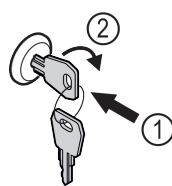

Fig. 144 Vejledende illustration
- Sæt nøglen i Fig. 144 (1).
- Drej nøglen 90° med uret Fig. 144 (2).